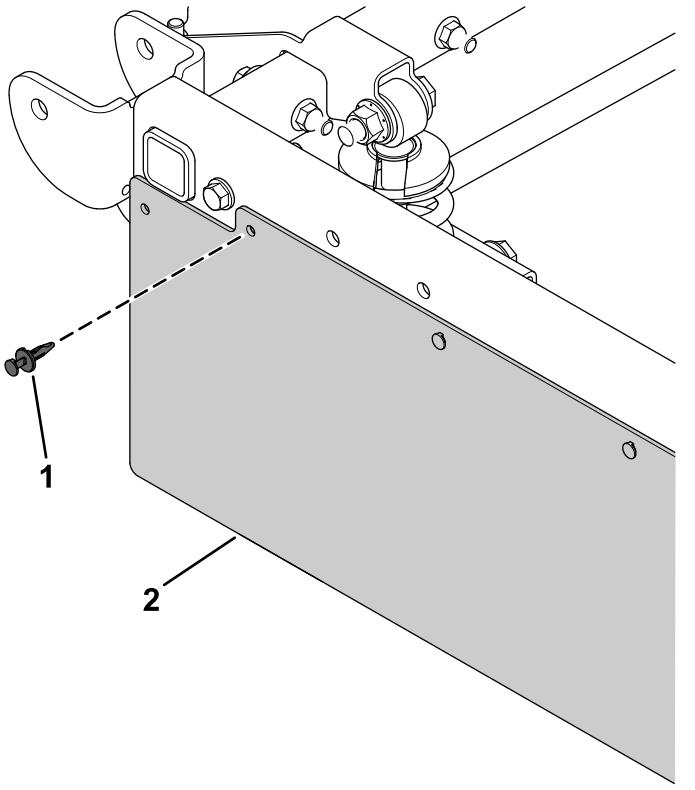

Figure 6
2. Retirez un rivet pousoir en plastique du panneau latéral (Figure 6). Conservez le rivet pousoir en plastique pour l'installation ultérieurement.
3. Baissez le coin du panneau latéral (Figure 6).
- Installez le rivet pousoir en plastique retiré précédemment (Figure 6).